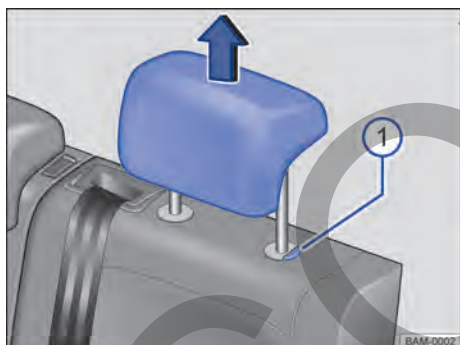

Fig. 66 Apoyacabezas traseros: desinstalar.
- Retirar el apoyacabezas con el botón → fig. 66 ⓘ presionado.
- Empujar hacia abajo el apoyacabezas con el botón → fig. 66 ⓘ presionado.